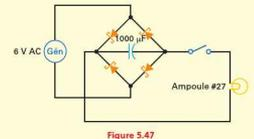

Figure 5.47
5.35 La figure 5.47 montre le schéma d'un éclairage à bicyclette. Les diodes sont des diodes Schottky. En utilisant la deuxième approximation, calculez la tension sur le condensateur de filtrage.